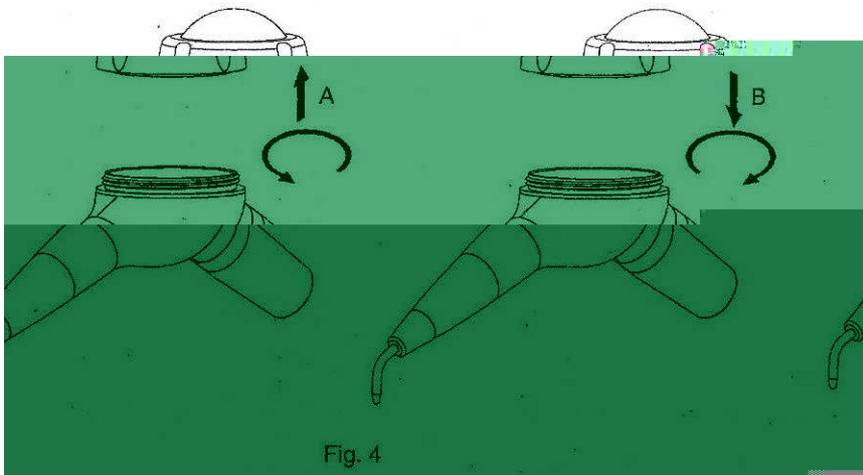

Fig. 4
- 4.- Aflojar la tapa del contenedor de polvo (Fig. 4 Ref. A)
- 6.- Volver a roscar la tapa del contenedor de polvo, sin excederse (Fig. 4 – Ref. B)